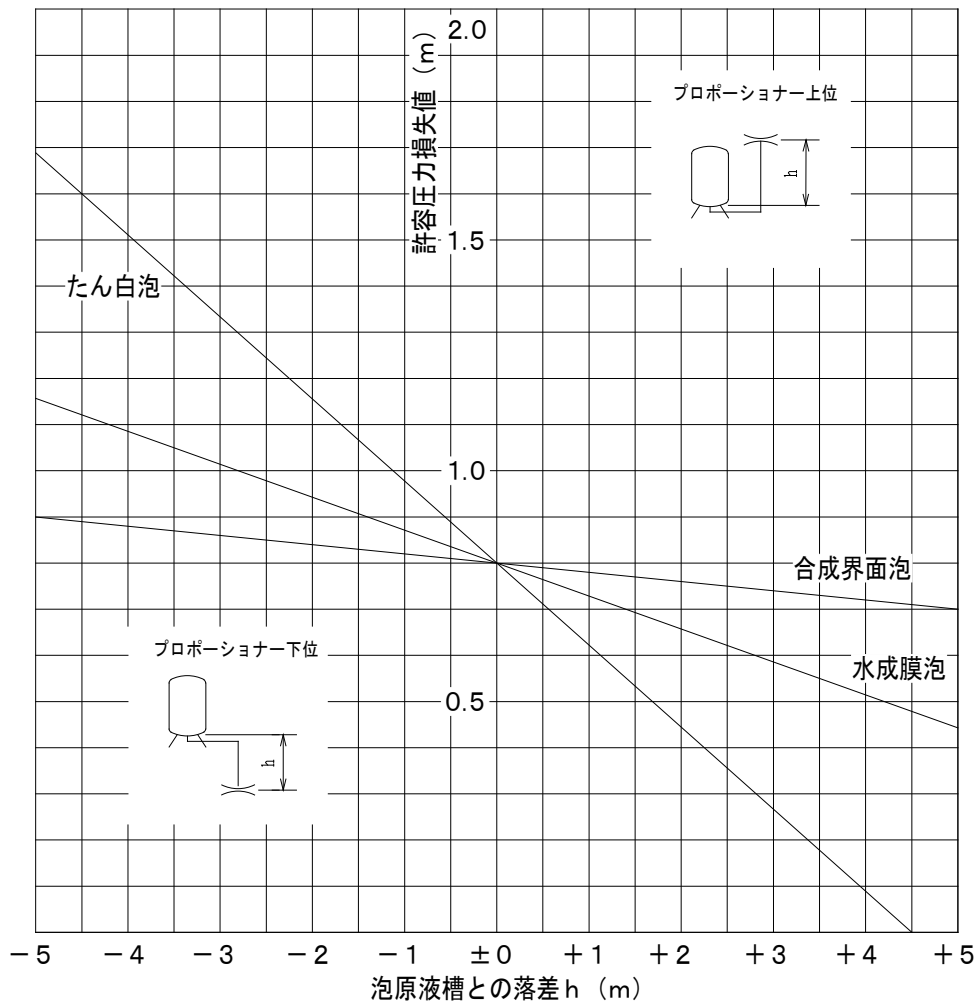

図 1. 最小流量時の泡消火薬剤配管の許容圧力損失
- ② 図 1 により、泡消火薬剤の種類および泡原液槽とプロポーションナーの落差から、最小流量時の配管の許容圧力損失値を求めます。
『図 1. 最小流量時の泡消火薬剤配管の許容圧力損失』